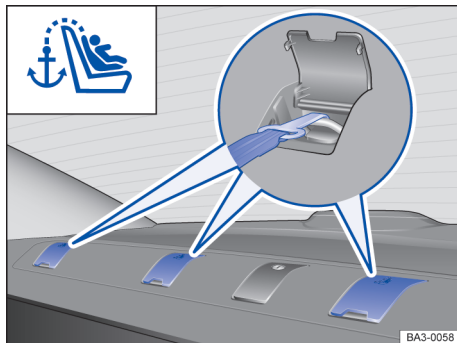

Fig. 58 No porta-objetos atrás dos bancos traseiros: olhais de retenção do Top Tether (Passat).
- *Passat*: rebater para cima a capa de cobertura na superfície atrás do banco traseiro → Fig. 58.
- *Passat*: enganchar o cinto de fixação superior da cadeira de criança no olhal de retenção identificado como Top Tether, no porta-objetos atrás dos bancos traseiros → Fig. 58.
- Conduzir o cinto de fixação superior (Top Tether) da cadeira de criança para trás, no compartimento de bagagem, e enganchar no olhal de retenção identificado como Top Tether no encosto do banco traseiro → Fig. 58.